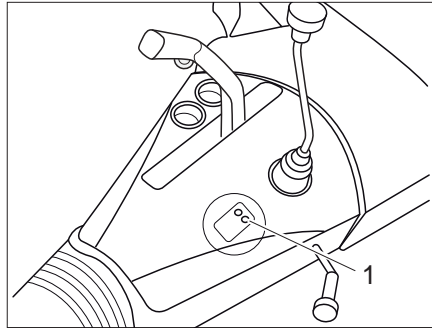

Bild 2 LED på ATC (AL-KO Trailer Control)
- Ett automatiskt test utförs och LED (Bild 2,1) lyser rött.
- Efter det automatiska testet lyser LED (Bild 2,1) grön och ATC är aktivt.